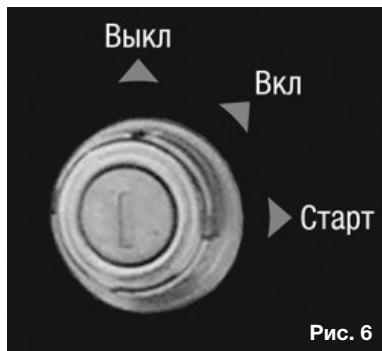

Рис. 6
3. Ключ зажигания переведите в положение «Вкл», рис. 6.
- Поверните ключ зажигания в положение «Старт» и удерживайте его. После запуска двигателя отпустите ключ зажигания, он автоматически встанет в положение «Вкл», рис. 6.
5. Переведите ключ зажигания в положение «Выкл», рис. 6.